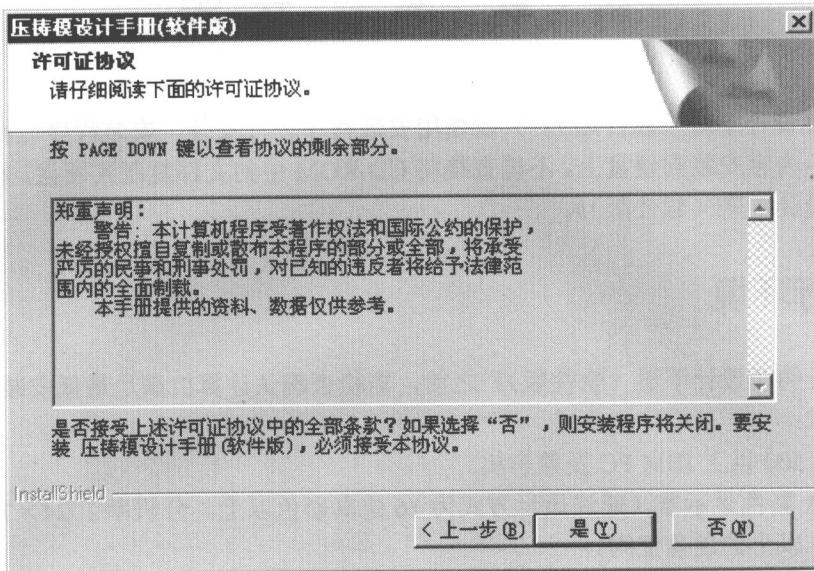

图 1-2 许可协议界面
(3) 单击“下一步”按钮，显示关于软件使用的许可协议界面，如图 1-2 所示。在用户安装协议中，说明了用户的权利和义务，在您阅读协议内容并表示同意后，单击“是”按钮。